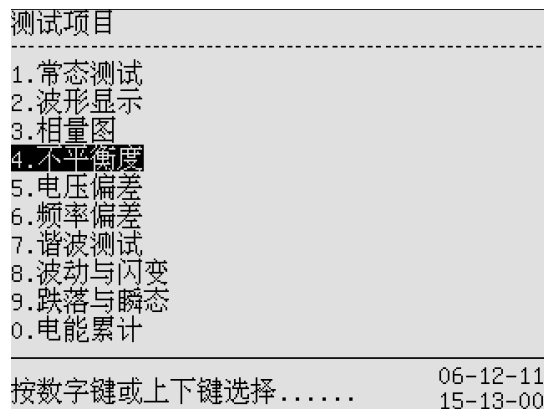

图 8-1 测试项目主菜单
1. 在任何状态下按“主菜单”按键，仪表进入测试项目主菜单界面（见图 8-1）。